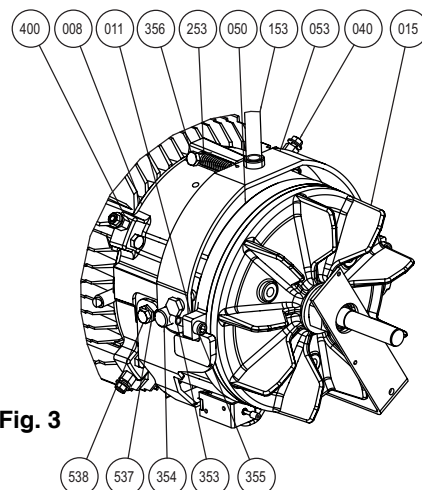

Fig. 3
3.4 - Remplacement du DLRA (**Fig. 3**)